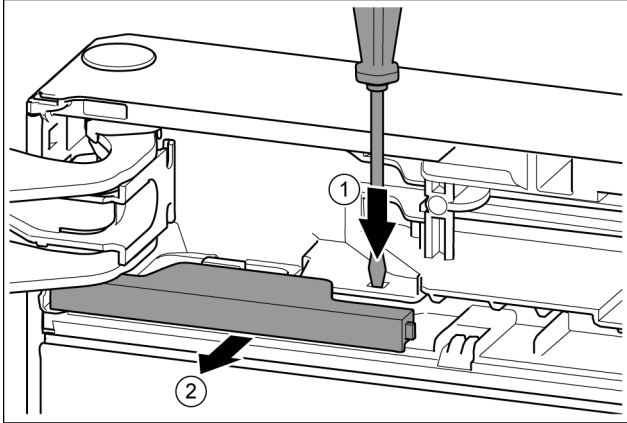

Fig. 9
- Nyomja a fedőlemezt csavarhúzóval. *Fig. 9 (1)*
- Húzza ki a fedelet a reteszelésből. *Fig. 9 (2)*